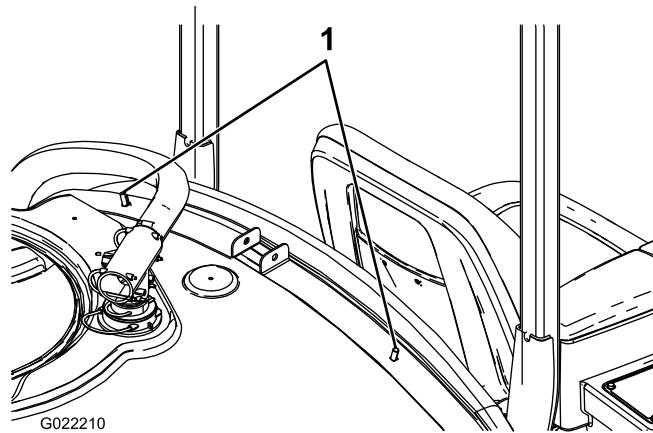

図2
- タンク前部固定ベルトの内側の穴にキャリッジボルト(2本)を取り付ける(図2)。